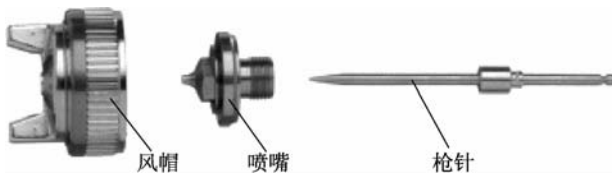

图 8-34 喷嘴套装
(1)喷嘴套装是重力式喷枪最关键的部件,包括风帽、喷嘴和枪针,如图 8-34 所示。喷枪喷嘴部分有涂料通道和空气通道,枪针与喷嘴及风帽之间精密配合,控制空气和涂料的喷出与关闭。